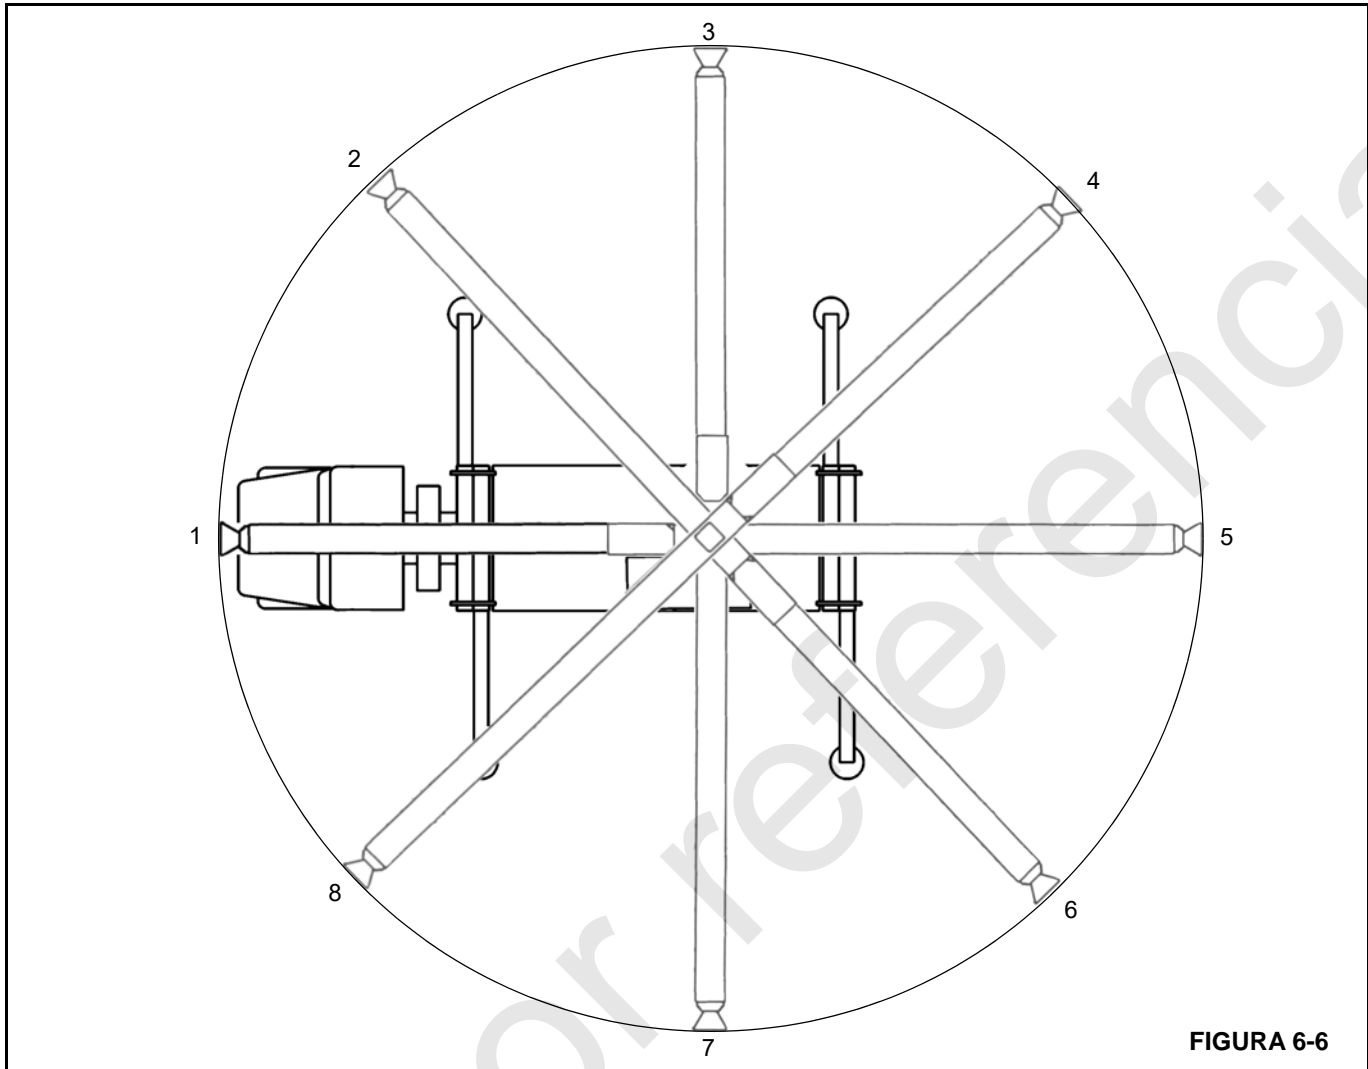

FIGURA 6-6
10. Si el promedio es de menos de 2 mm (0.090 pulg), repita la medida cada 45° alrededor de toda la zona de trabajo de la grúa (Figura 6-6).